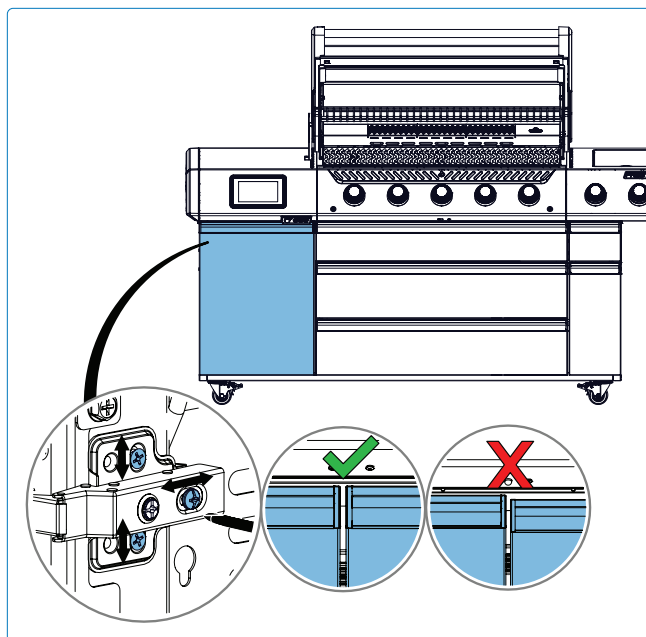

Fig. 21
1. Trouvez le support de réglage en haut de la porte (**Fig. 21**).
4. Ajustez les vis des charnières pour aligner les portes du meuble afin qu'elles soient de niveau entre elles (**Fig. 21**).